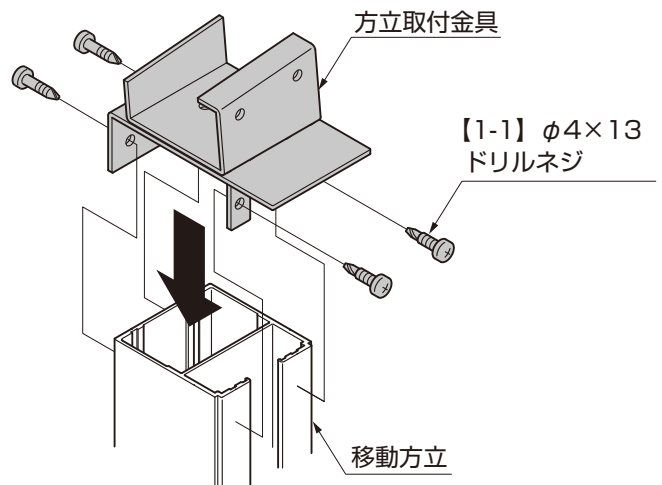

図4-5
- ②方立取付金具B、Cを移動方立に【1-1】で取付けてください。(図4-5参照)